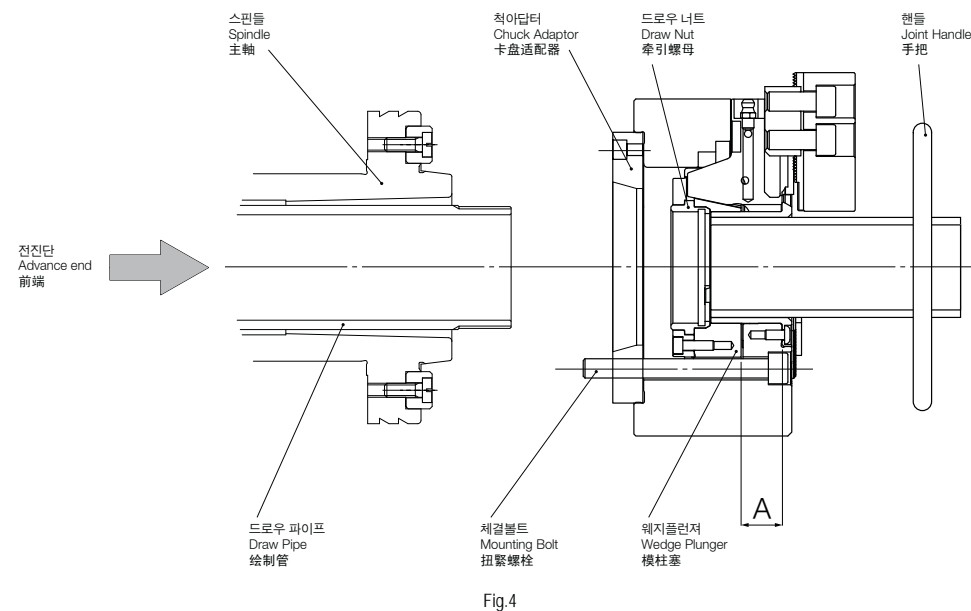
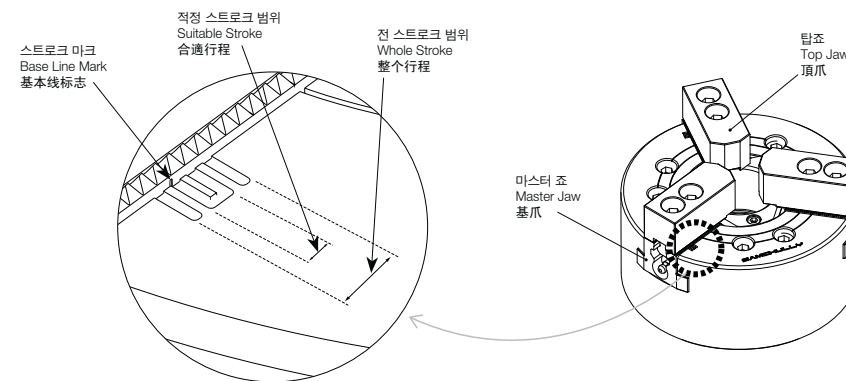

Fig.4
Fig.6
- (3) 척을 드로우 파이프에 연결합니다. 척의 소프트 조와 커버를 떼어내고 척 핸들을 척의 중심 구멍에 삽입하여 드로우 너트를 회전시키면서 드로우 파이프를 연결하여 주십시오. (Fig.4)
- (3) Connect the chuck to the drawpipe. Remove the soft jaw and cover of the chuck to insert the connecting handle in to the central hole of the chuck. Connect the chuck onto the drawpipe, turning the drawnut. (Fig.4)
- (3) 将卡盘连接到拉制管上。卸下卡盘的软钢卡爪 (soft jaw) 及其盖, 将卡盘扳手插入卡盘中心孔, 转动拉制螺母, 连接拉制管。(Fig.4)
공작물을 파악할때 마스터 조의 스트로크는 스트로크 범위의 중앙 및 적정 스트로크 범위 내에서 사용하는 것이 최적으로, 구조상 안전하고 정도상으로 좋습니다. 스트로크 끝 부분에서의 파악은 공작물 이탈(비산)의 위험이 있으므로 피하는 것이 좋습니다.(Fig.6)
It is the most desirable that the workpiece is gripped at mid stroke of the master jaw. To grip the workpiece correctly, avoid gripping at stroke end because it is danger due to discharges of workpiece.(Fig.6)
在夹持产品时,基爪的行程最好在行程范围的中央,或在适当的行程范围内,这样比较安全,精密度也好。在行程末端夹持时,由于加工产品可能被甩出去(飞散),因此请不要使用这种方法。(Fig. 6)
- (5) 마스터조의 위치를 조절합니다. 실린더 전진단에서 마스터조의 적정 위치는 커버부착면에서부터의 치수 A가 아래표가 되는 위치입니다.(Fig.4) 이때, 마스터조의 스트로크 마크가 전 스트로크 마크 외곽의 선에 맞추어져 있는 것을 확인해 주십시오.(Fig.6) 또 드로우 너트는 Clip stopper (회전멈춤장치)가 갖추어져 있어서 이 감촉이 있는 위치에서 조정완료 하도록 하여 주십시오.
- (5) Adjust the master jaw to the correct position. The adequate master jaw position at the cylinder advance end is where dimension A from cover mounting face is shown in the following table. (Fig.4) At this time, Check the master jaw standard mark is aligned to the outer line of total stroke mark.(Fig.6) Since the clip stop (locking system) is provide to the draw nut, adjust the nut where it is effectual.
- (5) 调节卡爪座的位置。从油缸前面的卡爪座的合适的位置是,从盖的安装面开始的尺寸A应为下表的位置。(Fig. 4) 这时请确认卡爪座行程标识应对准行程标识。(Fig. 6) 此外由于拉制螺母有 Clip stopper (转动停止装置),请调整到有这一感觉的位置。